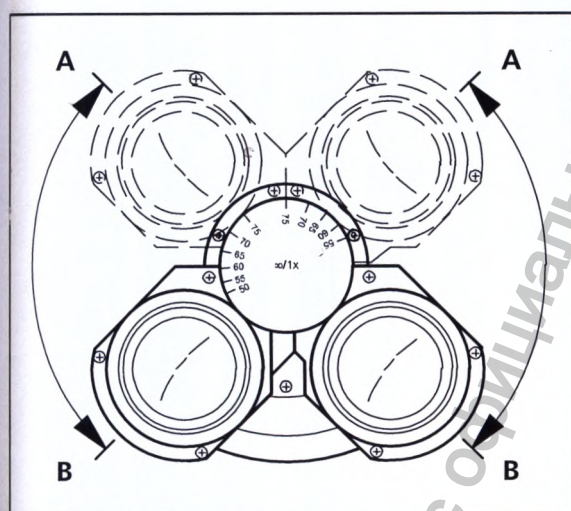

Рисунок 6 Настройка высоты окуляров
- Приспособить высоту окуляров к индивидуальным нуждам наблюдателя путём поворота окулярных тубусов вверх (Рисунок 6/A) или вниз (Рисунок 6/B).